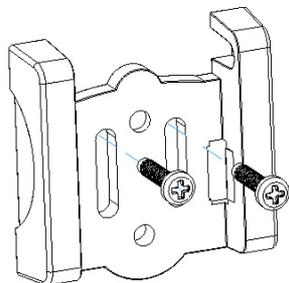

Рис.6
- 1) Смазать стойкой к морской воде смазкой винты 4x15 мм и отверстия в транце. Удерживая державку на транце, в отверстия завести и слегка подтянуть два винта 4 x 15 мм (рис.6).